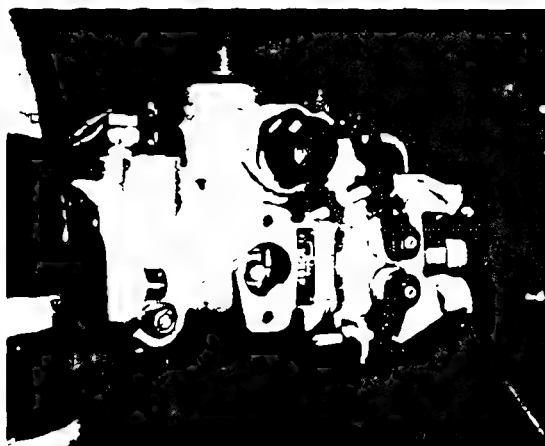

Fig. 6
1.3.3 Installation of the pump (Fig. 6)
1.3.3 Montage de la pompe (Fig. 6)
1.3.3 Montaje de la bomba (Fig. 6)